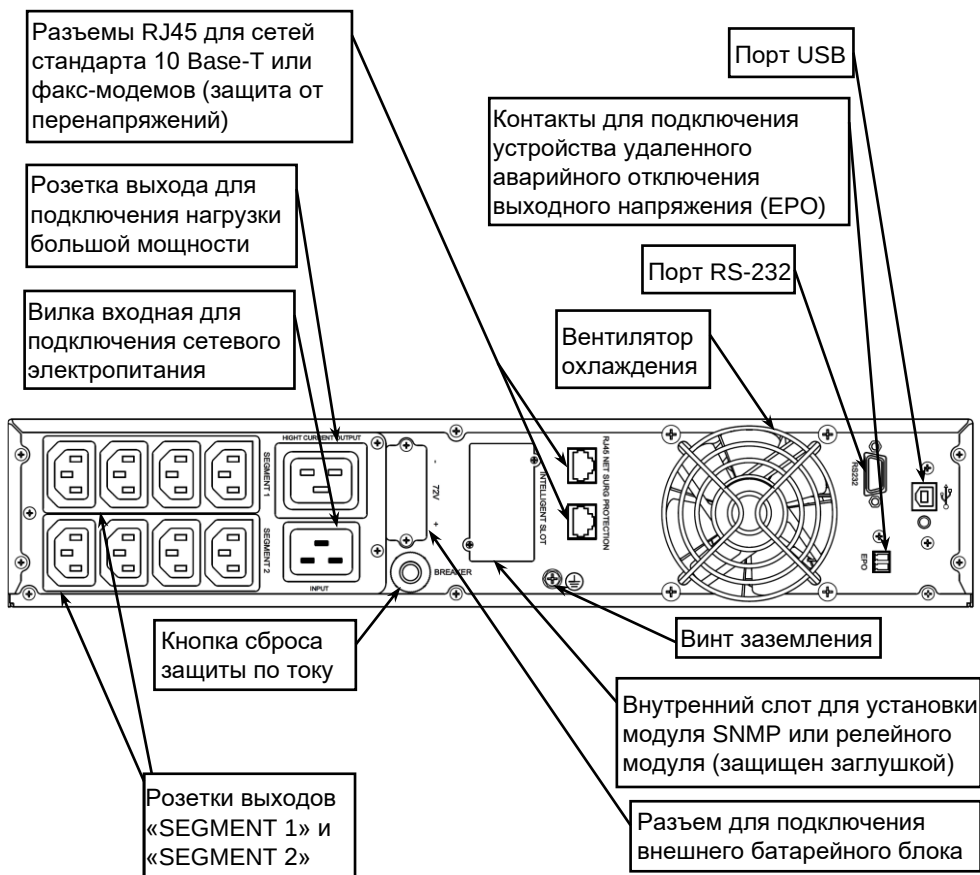

Рисунок 2 – Общий вид задней панели изделия.
для SNMP-модуля или релейного модуля и разъемы коммутационных портов (см. рисунок 2).
Разместите изделие в шкафу и закрепите его на передних стойках. Соедините винт заземления изделия (см. рисунок 2) с контуром заземления телекоммуникационного шкафа перемычкой заземления (в комплект поставки не входит).
- Подключите к выходным розеткам изделия кабели питания нагрузок (см. рисунок 2).
Изделие оснащено интеллектуальным слотом (см. рисунок 2), предназначенным для установки модуля SNMP или реле. При установке модуля SNMP или релейного модуля в изделие, модуль обеспечивает расширенные возможности связи и мониторинга.